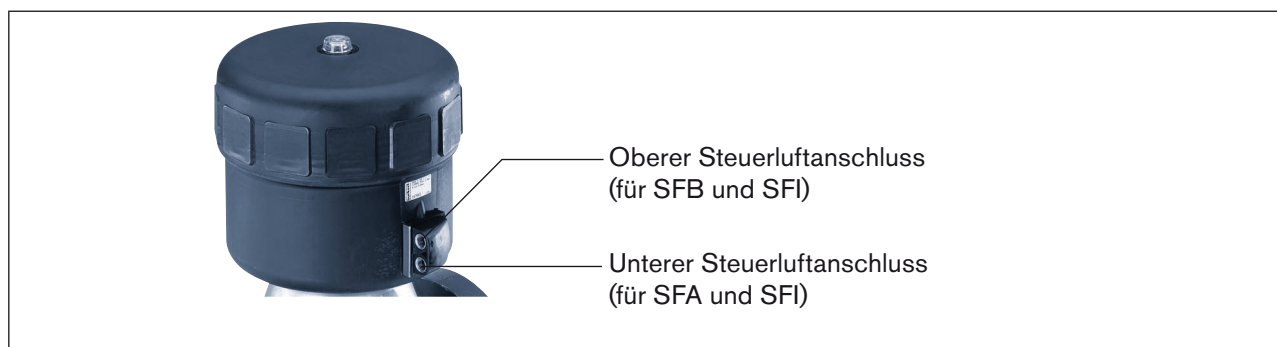

Bild 15: Steuerluftanschluss
- Unteren Steuerluftanschluss mit Druckluft (Wert wie auf dem Typenschild angegeben) beaufschlagen (siehe *Bild 15: Steuerluftanschluss*).
- Unteren Steuerluftanschluss mit Druckluft (Wert wie auf dem Typenschild angegeben) beaufschlagen (siehe *Bild 15:Steuerluftanschluss*).
- Oberen Steuerluftanschluss mit Druckluft (Wert wie auf dem Typenschild angegeben) beaufschlagen (siehe nachfolgendes *Bild 15:Steuerluftanschluss*).